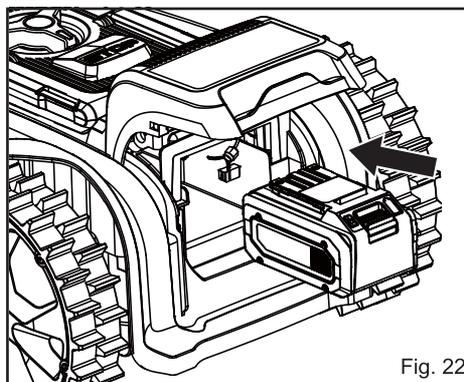

Fig. 22
- Alinee los raíles de soporte situados dentro del compartimento de la batería con las guías de la batería y, a continuación, introduzca la batería en el compartimento (Fig. 22).